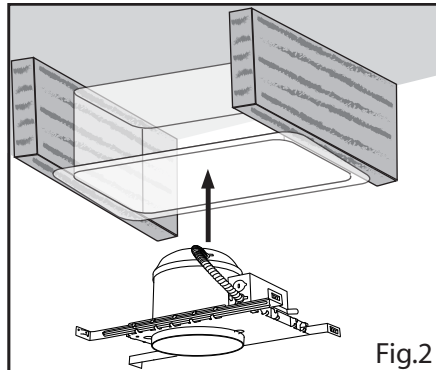

Fig.2
3. Percez un trou dans le coupe vapeur et faufilez les fils électriques. Scellez avec du ruban adhésif industriel de type TUCK (ruban approuvé pour les coupes vapeur). (fig.2)